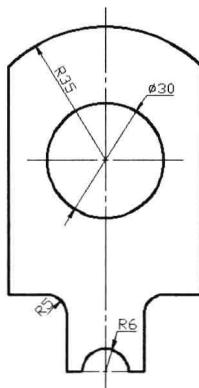

图 7-3-8
- (1) 在“注释”面板中单击“半径”按钮 \odot ，或者选择菜单命令“标注/半径”。
- (2) 命令行提示“选择圆弧或圆”，单击圆弧、圆或多段线弧线段。
- (3) 命令行提示“指定尺寸线位置或 [多行文字(M)/文字(T)/角度(A)]”，拉出标注并在适当的位置单击。
- (4) 在“注释”面板中单击“直径”按钮 \odot ，或者选择菜单命令“标注/直径”。
- (5) 命令行提示“选择圆弧或圆”，单击圆弧或圆。
- (6) 命令行提示“指定尺寸线位置或[多行文字(M) / 文字(T) / 角度(A)]”，拖出标注并在适当的位置单击，标注效果如图 7-3-8 所示。